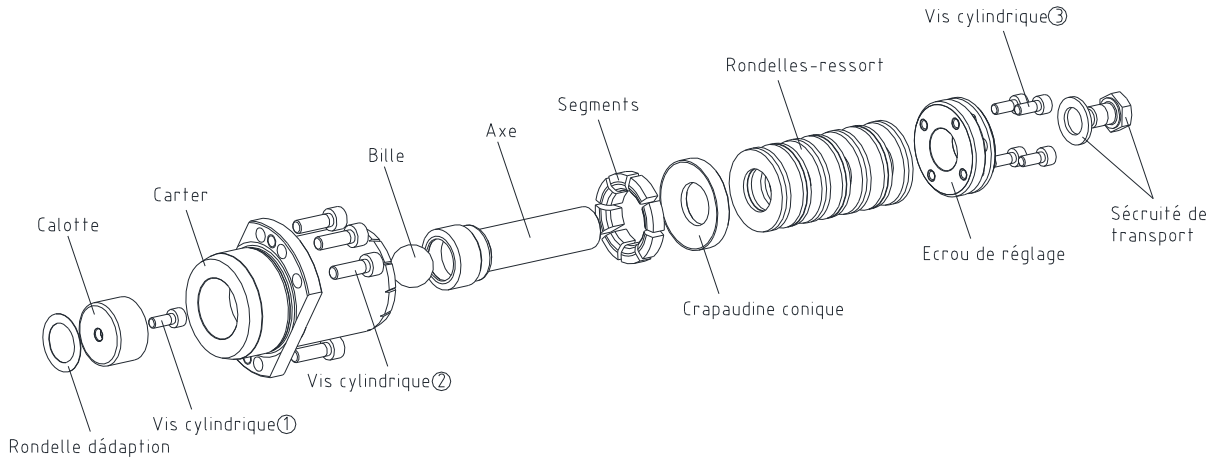

Figure 8 : Composants de l'élément de débrayage
- Serrez les vis à tête cylindrique ② (voir figure 8) aux couples de serrage T_{A2} indiqués dans le tableau 7.
- Retirez la sécurité de transport (voir figure 8).
- Desserrez les vis à tête cylindrique ③ de l'écrou de réglage (voir figure 8).
- Serrez ensuite les vis à tête cylindrique ③ de l'écrou de réglage aux couples de serrage T_{A3} indiqués dans le tableau 7 (voir figure 8).